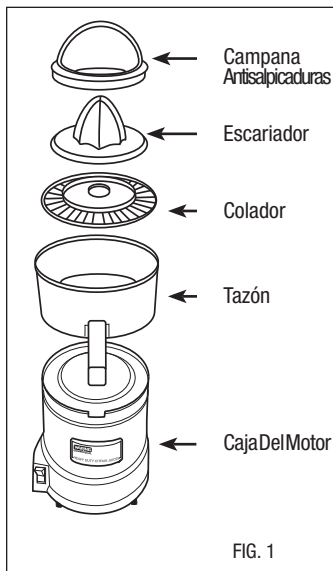

FIG. 1
DISASSEMBLING: (SEE FIG. 1)
1. After removing your Citrus Juicer from the box, familiarize yourself with the parts by disassembling the unit while referring to FIG. 1.
ASSEMBLING: (SEE FIG. 1)
DESMONTAJE: (VÉASE FIG. 1)
MONTAJE (VÉASE FIG. 1)
ENLEVEMENT DES PIÈCES : (VOIR FIG. 1)
1. Après avoir sorti le presse-agrumes de sa boîte, familiarisez-vous avec les pièces en démontant l'appareil et en consultant la Fig. 1.
MONTAGE DES PIÈCES : (VOIR FIG. 1)